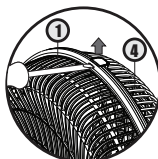

Figura 18
• Para remover a grade frontal, deve-se introduzir a ponta da chave de fenda pela parte frontal da grade em cada um dos orifícios localizados na sua borda, pressionando as linguetas para fora e liberando as 5 (cinco) travas conforme a figura 18.